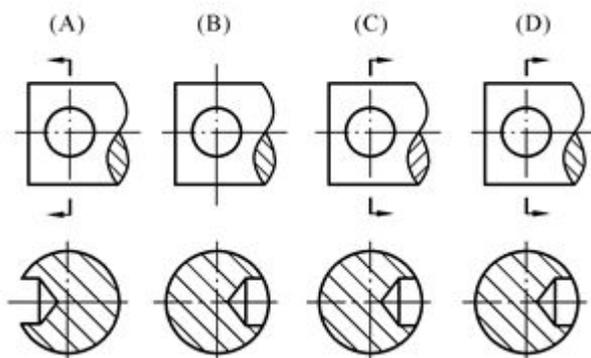

图 A-3
53. 已知主视图, 正确的移出断面图是图 A-3( D )。